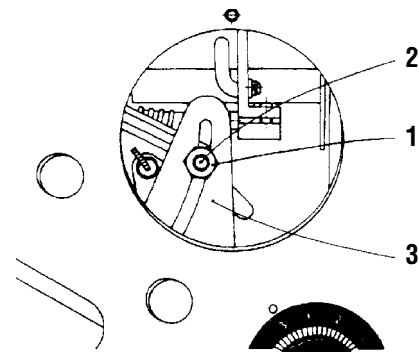

Abb. 17
17. Grundeinrichtung des Hebels und der Rolle des Figurennahtbildmechanismus (Abb. 17, 18)